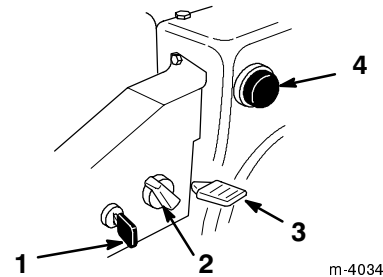

Figure 18
- **Clé de contact** (Fig. 18)—Insérez la clé dans le commutateur d'allumage avant de mettre le moteur en marche. Pour couper le moteur, retirez la clé de contact.
- **Starter** (Fig. 18)—Pour mettre en marche un moteur froid, tournez la commande de starter dans le sens des aiguilles d'une montre à la position "On" (en service). A mesure que le moteur se réchauffe, tournez progressivement le starter dans le sens contraire des aiguilles d'une montre à la position Off (hors service).
- **Commande d'accélérateur** (Fig. 18)—Déplacez la manette vers le haut pour augmenter le régime du moteur, ou vers le bas pour le réduire. Abaissez complètement la manette pour arrêter le moteur.
- **Amorceur** (Fig. 18)—Appuyez sur l'amorceur pour envoyer une petite quantité d'essence dans le moteur afin de faciliter le démarrage par temps froid.
2. Retirez la clé de contact du commutateur d'allumage (Fig. 18).
3. Enlevez le bouton de starter (Fig. 18).
4. Tournez le starter en position "On" (en service) (Fig. 18).
5. Insérez la clé de contact (Fig. 18).
6. Couvrez l'orifice central de l'amorceur (Fig. 18) avec le pouce et appuyez lentement sur l'amorceur à trois reprises.
9. Dès que le moteur a démarré, tournez le starter (Fig. 18) à la position 3/4. A mesure que le moteur se réchauffe, tournez le starter à la position 1/2. Quand le moteur est suffisamment chaud, tournez le starter à la position "Off" (hors service).
6. Fermez le robinet d'essence (Fig. 18).